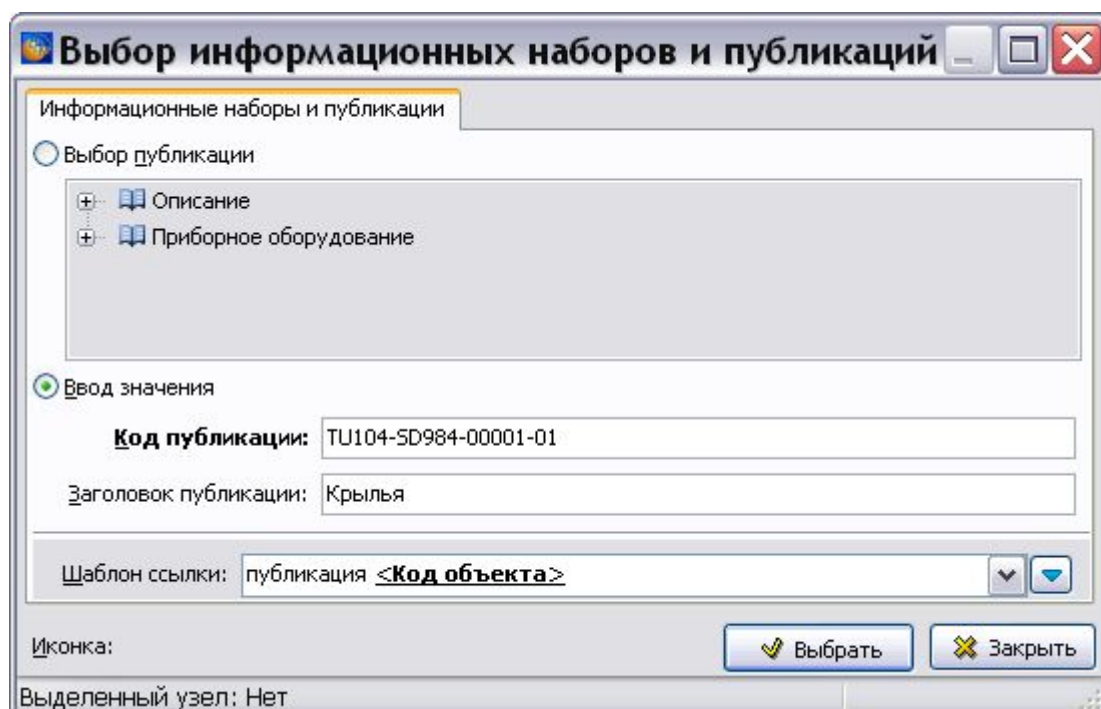

Рис. 3.231
4. Выберите опцию **Ввод значения** (Рис. 3.231).